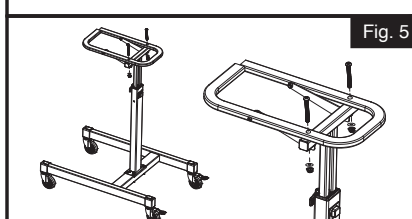

Fig. 5
7. Instale el marco de la tabla de herramientas sobre el ensamblaje del marco de soporte como se muestra. Sujete usando dos tornillos M6, arandelas M6 y tuercas de fijación M6. (Fig. 5)